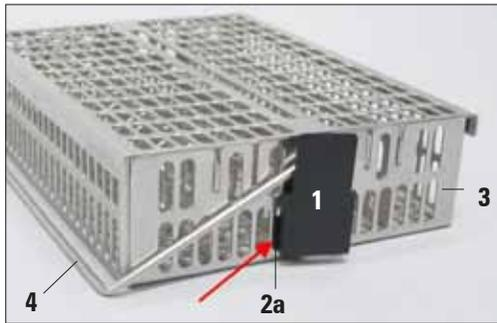

Abb. 9
- Die linke Lasche (2a) des Anti-Reflektions-Klipps (1) in das 7. Loch (von links) der unteren ovalen Öffnungen einstecken (Abb. 9).